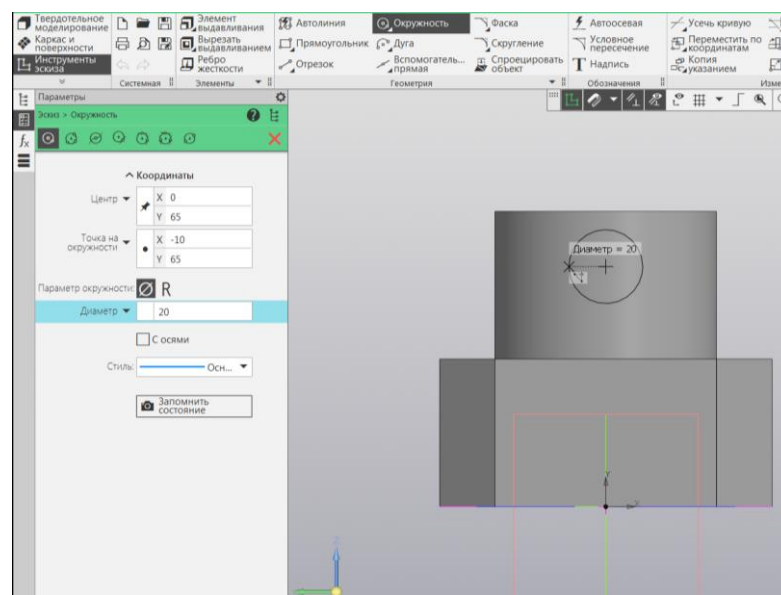

Рисунок 27 – Формирование поперечного отверстия
18. Моделируется сквозное поперечное отверстие диаметром 20 мм. Создается эскиз на плоскости ZY. Формируется геометрия окружности (рисунок 27). Осуществляется выход из среды эскиза.